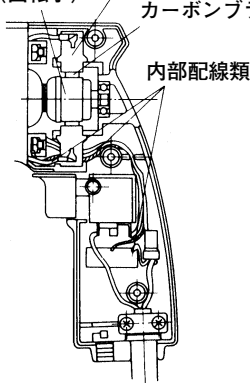

図 4
- (1) カーボンブラシをブラシホルダに入れ、一緒にハウジングのブラシホルダ室にさし込みます。
- (2) 内部配線類が図4のように正規の位置にあること、また内部配線類が回転子（アマチュア）に接触しないことを十分確認してください。
- (3) ハンドルカバーにゴムブッシュ（2コ）が付いていることを確認してください。
- (4) 内部配線類がハウジングとの間にかみ込まれないよう十分注意してハンドルカバーをかぶせ、小ネジ（3本）を締付けてください。